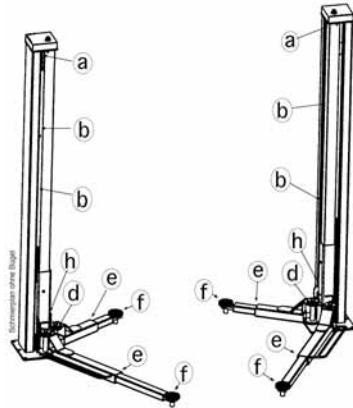

Bild 7: Schmierplan
- Optische Verschleißmessung: Zur Überprüfung der Tragmutter wird zunächst die Abdeckung von der Hubspindel (Bild 7, Pos.b) entfernt. In der Tragplatte ist ein Tragmutter-Verschleißmessstift eingebaut (siehe Bild 16). Dieser muss mit der Oberkante der Tragplatte (im Hubschlitten oben) bündig sein (siehe Bild 17 Einbau-Zustand). Schaut der Stift 2 mm nach oben heraus (siehe Bild 17 Austausch-Zustand), muss die Tragmutter zusammen mit der Folgemutter ausgetauscht werden.